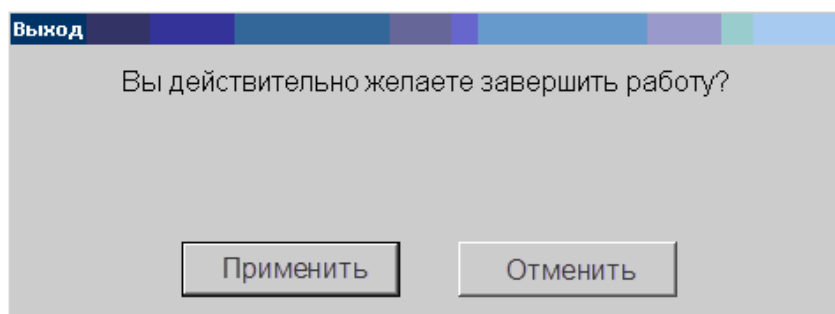

Рисунок 32 – Окно подтверждения завершения работы
1) Выбрать из главного меню инструктора пункт «Выход». При этом появляется *окно завершения работы* (Рисунок 32).